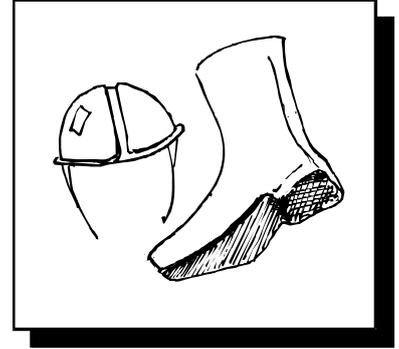

Fig. 8
- L'opérateur doit employer la ventouse en conditions psychophysiques standard et porter des vêtements et un équipement conforme aux règles en vigueur pour la sécurité au travail (Fig.8).